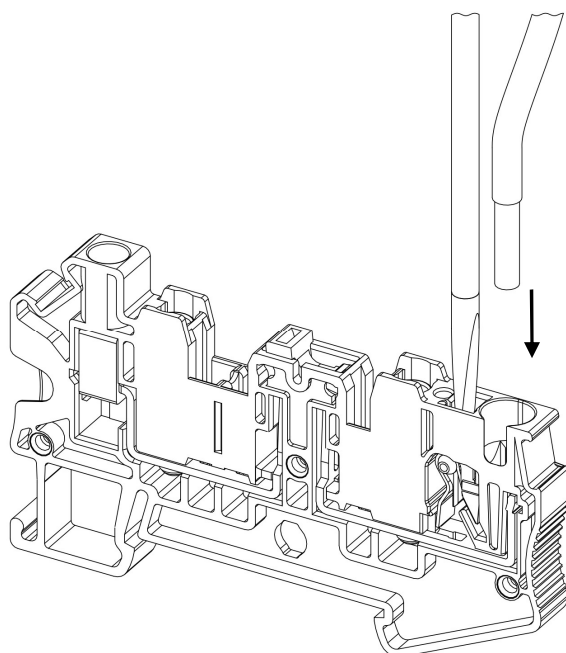
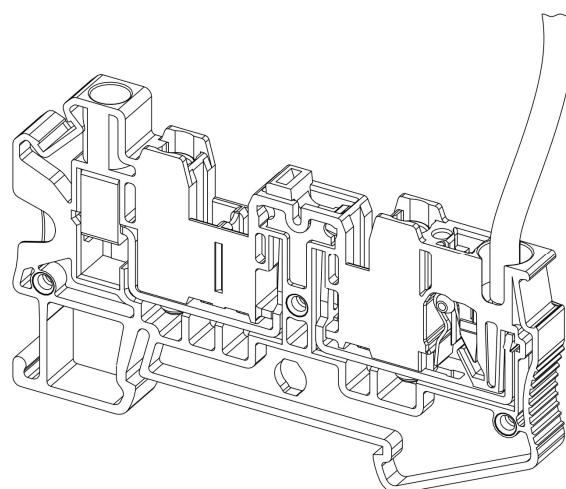

Рисунок 21 – ввод проводника в точку подключения
Рисунок 22 – проводник в точке подключения
- Вставьте подготовленный жесткий проводник до упора в точку подключения (**овальное** отверстие) клеммы (рис. 21; рис. 22).